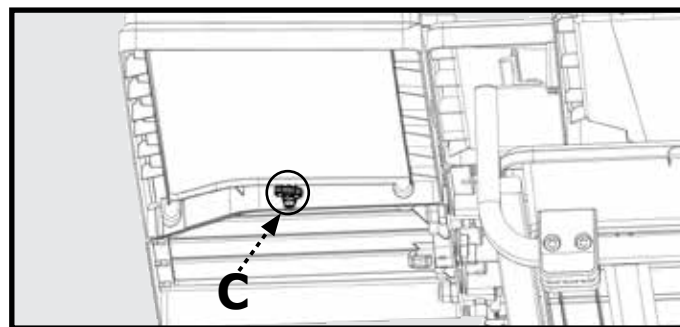

Figure 14
1. Placez le plateau à éclaboussures latéral (17) de manière à l'aligner avec l'extension de la table.
2. Fixez le plateau anti-éclaboussures latéral à la rallonge de la table en serrant la vis à mollette (C) située sous le plateau anti-éclaboussures latéral, comme illustré à la figure 14.